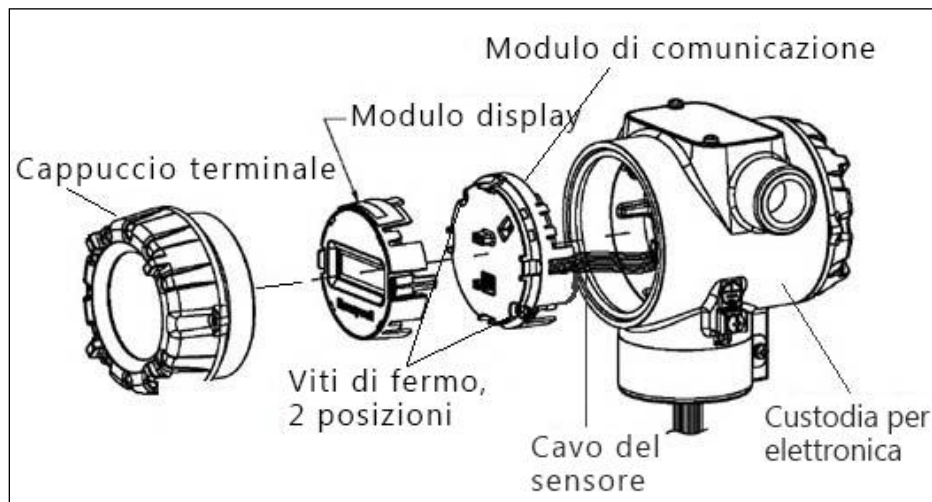

Figura 21 - Sostituzione del PWA
Fare riferimento alla **Figura 21** per le posizioni delle parti.
16. Installare l'etichetta di aggiornamento esterna (ovvero DEVICE MODIFIED (Dispositivo modificato)) fornita all'esterno della custodia, come mostrato nella **Figura 21**.